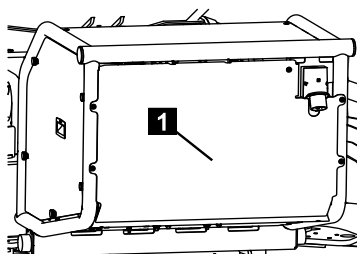

Fig. 243
1. Dévisser le capot (Fig.243/1).